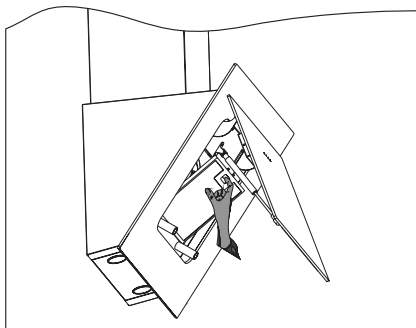

Abb.9: Metallfettfilter entnehmen, bzw. einsetzen
- Griffleiste des Metallfettfilters nach unten drücken (⇒ Abb. 9).
(⇒ Abb. 9).
Um die Aktivkohlefilter einzusetzen, muss zuerst der Metallfettfilter entfernt werden (⇔ Abb.9 + 10).